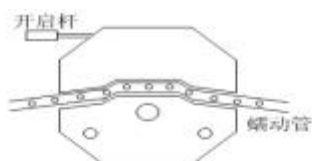

图2 压块上升，放入蠕动管
- ① 逆时针拨动开启杆使压块上升。
- ② 将专用蠕动管放入压块与主动轮之间对准两边卡子及泵体 V 形口（如图 2）。